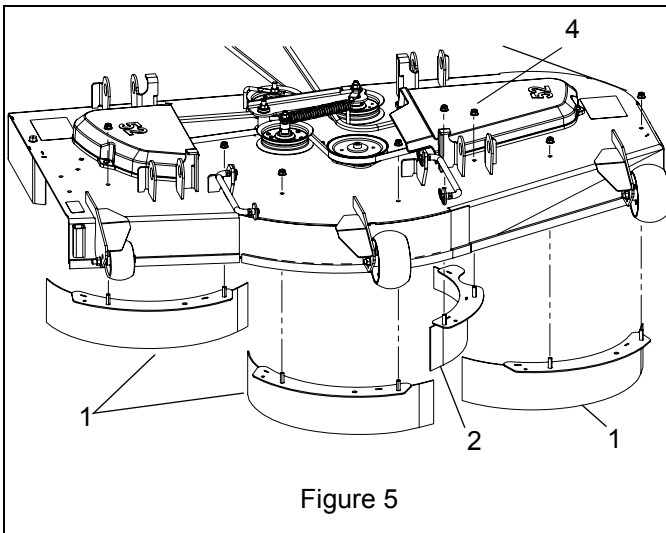

Figure 5
7. Monter les trois déflecteurs universels (élément 1) et le déflecteur central (élément 2) depuis le dessous du carter. Conserver les huit écrous à embase à verrou de 5/16" (élément 4). Voir Figure 5.